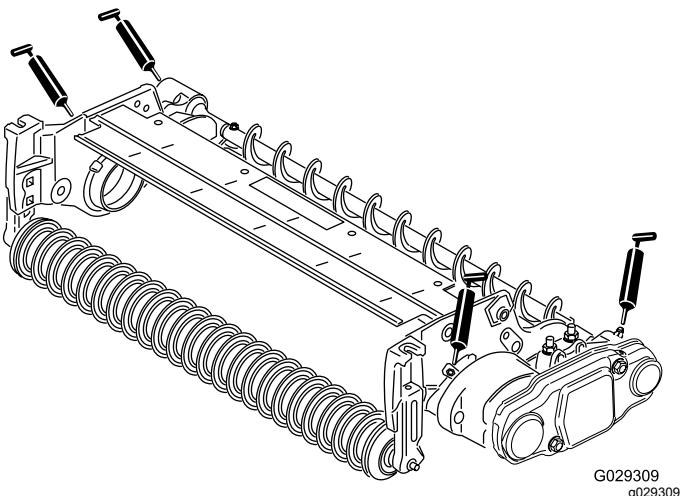

Figura 19
26. Lubrificate i raccordi d'ingrassaggio su ogni alloggiamento del cuscinetto della spazzola per rullo e sulla parte rimanente dell'apparato di taglio con grasso a base di litio n. 2 (Figura 19).